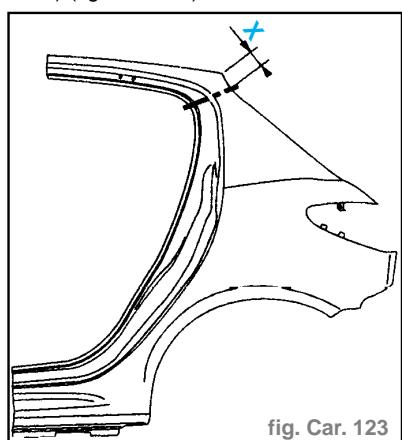

fig. Car. 123
- Tracer puis découper l'aile à l'aide d'une meule épaisseur **1 mm** (coupe définitive) (fig. Car. 123).